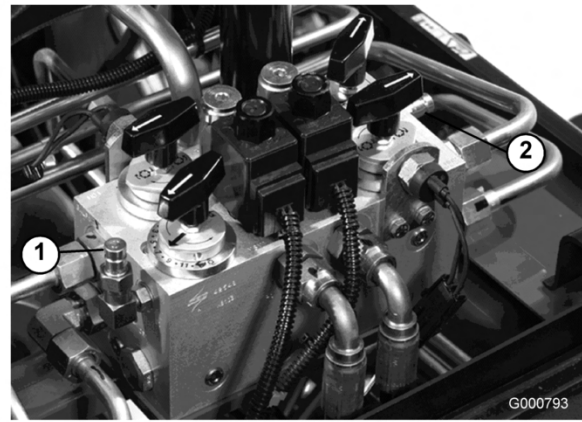

Figure 68
2. La prise d'essai B (Figure 68) est utilisée dans les contrôles de dépannage du circuit hydraulique des plateaux de coupe avant.
3. La prise d'essai B (Figure 68) est utilisée dans les contrôles de dépannage du circuit hydraulique des plateaux de coupe arrière.